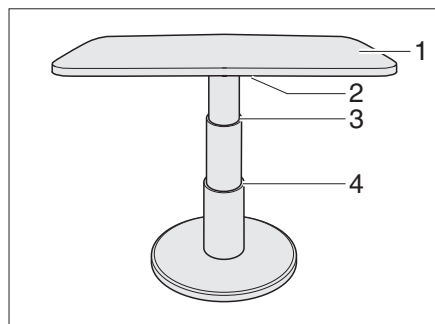

Fig. 56 Table à hauteur réglable de la dinette en U
- Faire basculer le levier de verrouillage (Fig. 56,2) vers la gauche. Le verrouillage est ouvert.
- Appuyer le plateau de table (Fig. 56,1) au milieu vers le bas jusqu'à la butée désirée (Fig. 56,3 ou 4) et le maintenir appuyé.
- Faire basculer le levier de verrouillage (Fig. 56,2) vers la gauche. La table à hauteur réglable est verrouillée.